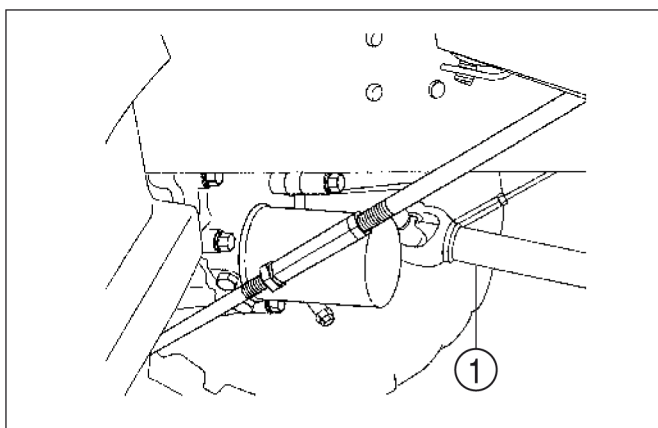

FIG. 41
**Abb. 41:** Die mittlere Zapfwelle ist eine nach vorne ausgerichtete Welle an der Unterseite des Traktors. Die mittlere Zapfwelle wird zum Antrieb von mitten- und frontmontierten Anbaugeräten verwendet. Diese Zahnwelle hat einen Durchmesser von 25,4 mm und 15 Zähne.